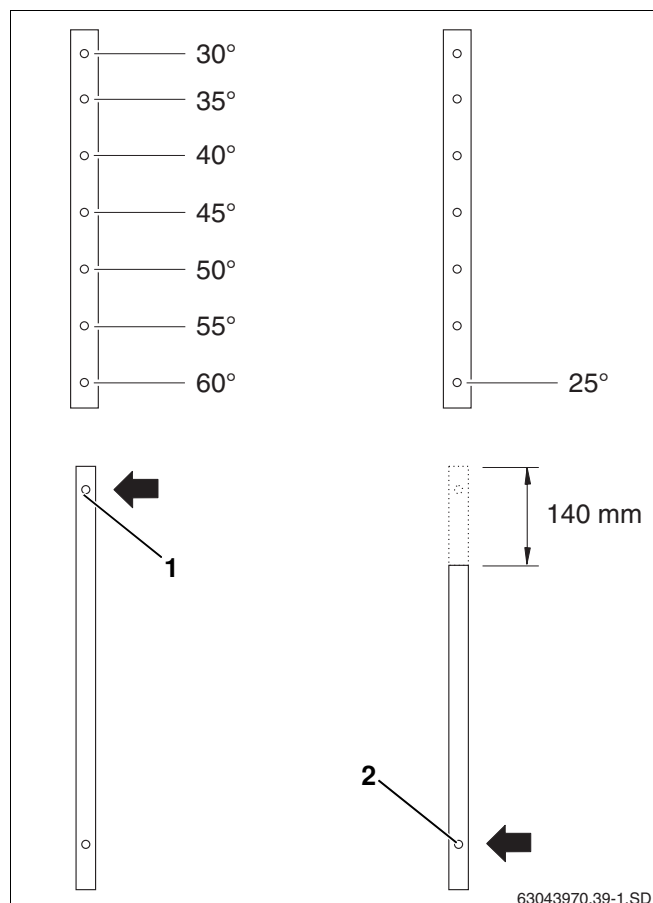
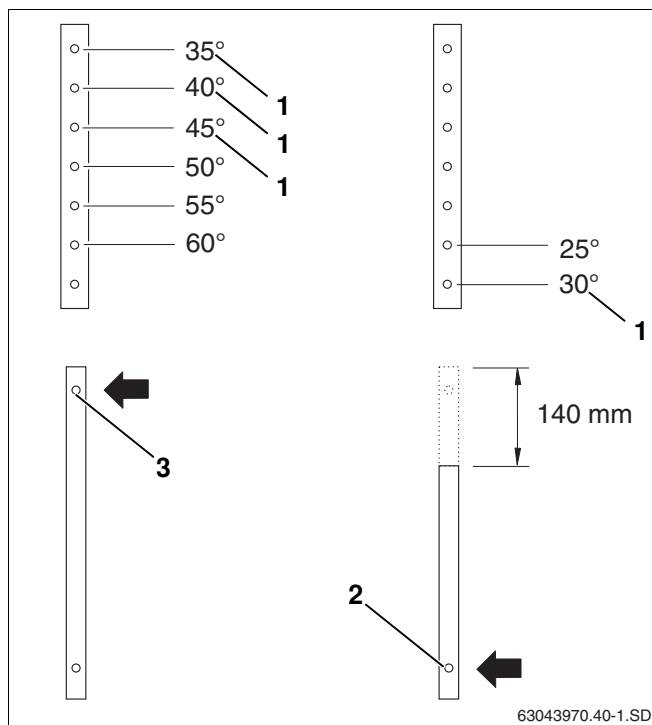

Fig. 12 Régler l'angle d'inclinaison par rapport au toit pour les capteurs verticaux
Fig. 13 Réglage de l'angle d'inclinaison par rapport au toit pour capteurs horizontaux
- ▶ Choisir les perforations des rails télescopiques inférieurs et supérieurs selon la Fig. 12 et Fig. 13.
Pour le montage vertical, utilisez le trou supérieur du rail inférieur pour les angles d'inclinaison par rapport au toit de 30° à 60° (Fig. 12, **Pos. 1**).
Pour l'angle d'inclinaison de 25° par rapport au toit, il faut raccourcir la partie supérieure du rail inférieur de 140 mm et utiliser le trou inférieur (Fig. 12, **Pos. 2**).
Pour le montage horizontal, utilisez le trou supérieur du rail inférieur pour les angles d'inclinaison par rapport au toit de 35° à 60° (Fig. 13, **Pos. 3**).
Pour l'angle d'inclinaison par rapport au toit de 25° et 30° il faut raccourcir la partie supérieure du rail inférieur de 140 mm et utiliser le trou du bas (Fig. 13, **Pos. 2**).
- Pour le montage sur façade, utiliser uniquement les positions pour les angles d'inclinaison par rapport au toit de 30°, 35°, 40° et 45° (Fig. 13, **Pos. 1**).